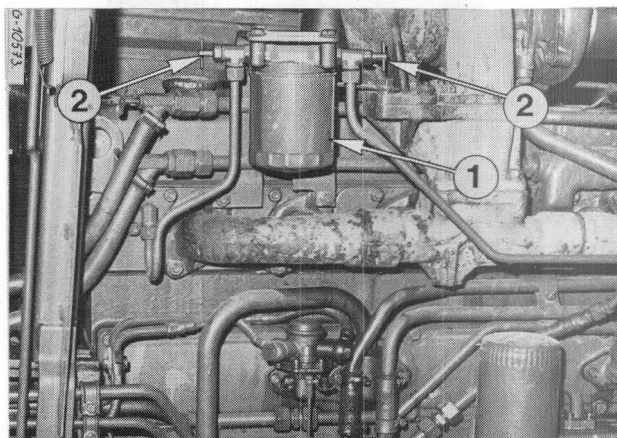

Figure 75
Changez le filtre conditionneur d'eau (1) Fig. 75 après les 100 premières heures d'utilisation puis après les 300 heures suivantes et ensuite toutes les 400 heures comme indiqué dans le tableau d'entretien.